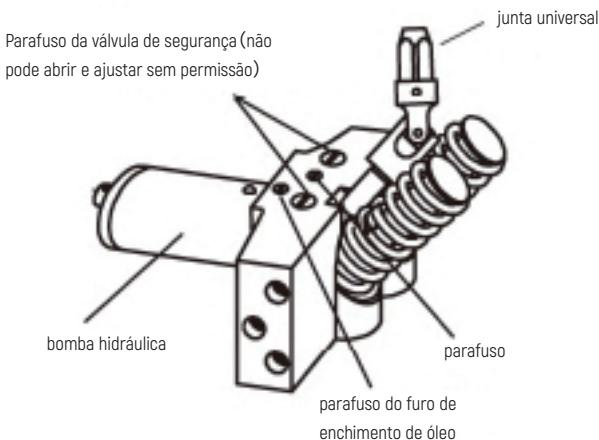

Figura 2
- 1) Solte o parafuso do orifício do óleo, mas não remova o parafuso (consulte a Figura 2) .
- 5) Aperte o parafuso do orifício de óleo (veja a Figura 2) .
- 1) Remova o parafuso do orifício de óleo (veja a Figura 2) .
- 2) Aline o orifício do óleo e encha lentamente o óleo hidráulico qualificado (consulte a Figura 2) até que esteja a 0,6 cm de distância do orifício do óleo (Nota: não pressione a alça durante o enchimento de óleo) .